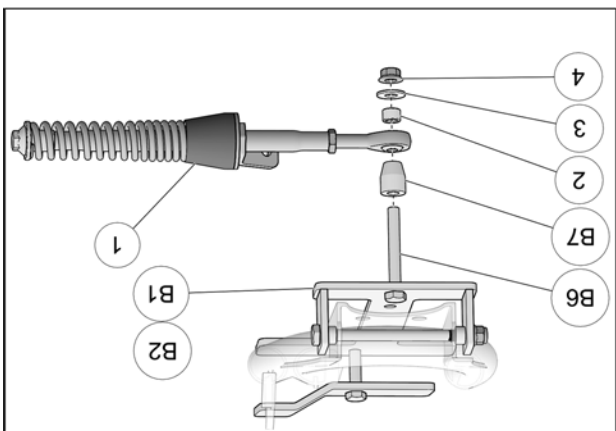

Fig. 12
10. Fixer le bras stabilisateur (1) à l'ancrage de suspension (B1-B2) à l'aide du boulon (B6), de l'espacement long (B7), de l'espacement court (2), de la rondelle (3) et de l'écrou autobloquant (4). Serrer à un couple de 70 N•m [52 lb•pi]. Voir la Fig. 12.